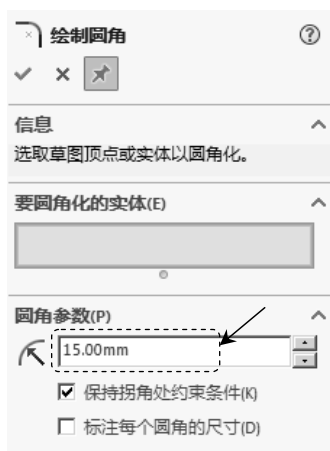

图 4.7.14 “绘制圆角”对话框
Step2. 选择命令。选择下拉菜单 **工具(T)** → **草图工具(T)** →  **圆角(F)...** 命令, 系统弹出如图 4.7.14 所示的“绘制圆角”对话框。